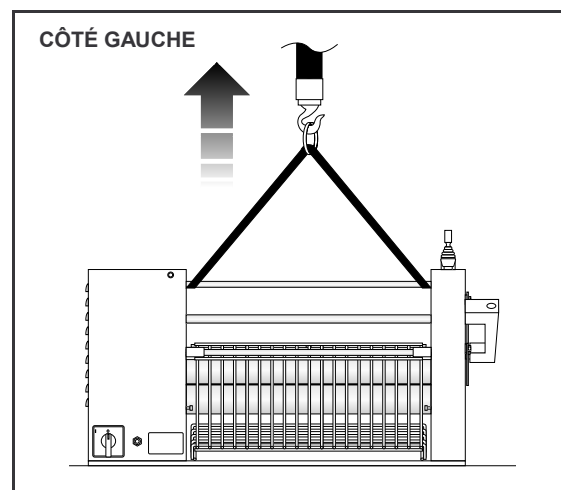

FIG.5 (Levage de la machine)
- 1- Enlever la boîte porte-farine (**FIG.2A-Réf.10**) par les deux vis placés aux côtés. Introduire les élingues ou les cordes appropriées (conformes à la normative en vigueur) sous les tirants des épaules (**Voir FIG.5**);